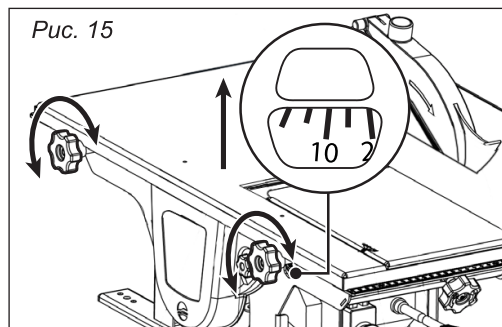

Рис. 15
- Поднять пильный стол руками, контролируя при этом необходимую высоту по шкале (рис. 15).